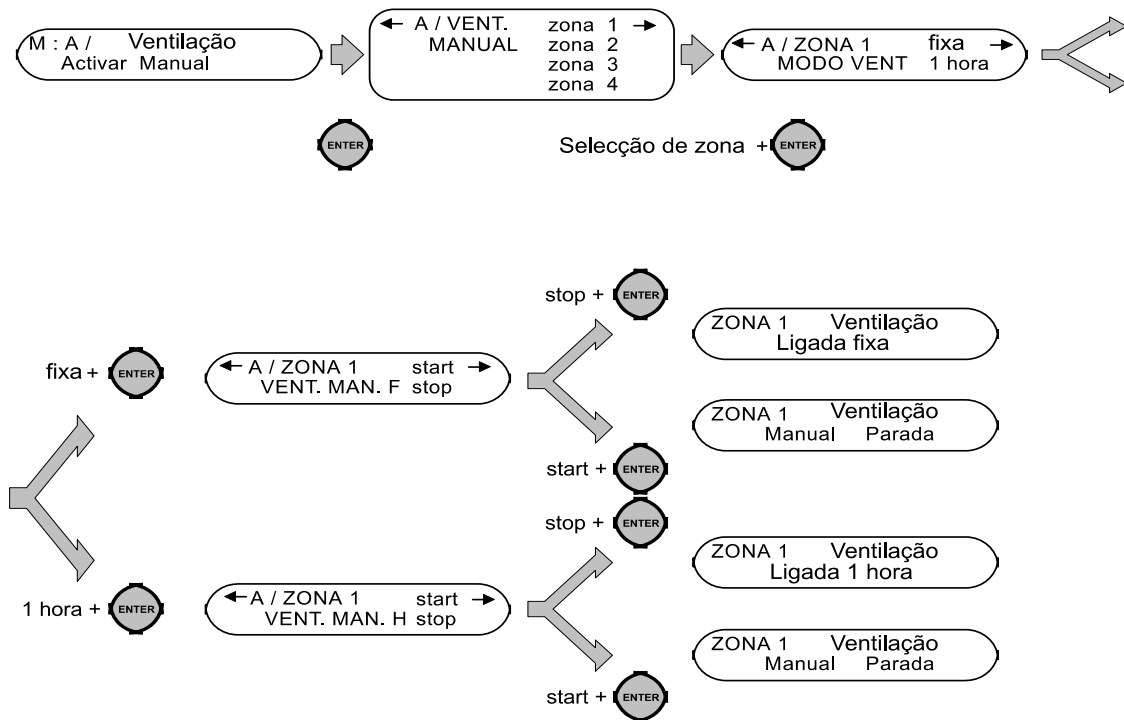

Figura 1. Ecrã Ventilação Manual.
- * **Ventilação** (Activação Manual/Modo Ventilação, ver figura 1).